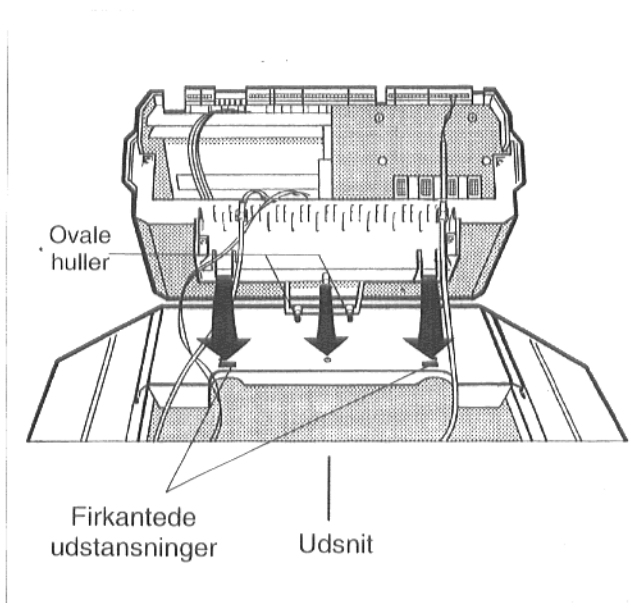

Fig. 16
- Regulering monteres på den forreste topplade ved at føre montagekroge på undersiden af reguleringen ind i de aflange huller (Fig. 16).
Kapillarrør fra temperaturfølerne og – ved "Eco-matic"-regulering – kedelvandtemperaturfølerdelse placeres i åbningen i den forreste del af toppladen (Fig. 16).
- Regulering trækkes fremad, med den ene hånd holdes der kontra på undersiden af kedelkappen, medens reguleringen trykkes nedad, indtil de to elastiske kroge falder i hak i de bageste firkantede udstansninger (Fig. 16).